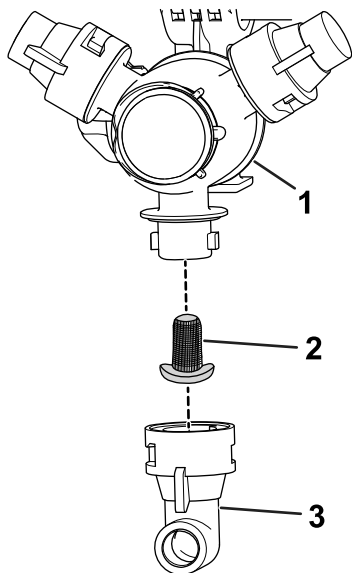

Рисунок 56
2. Снимите сопло с поворотной распылительной головки (Рисунок 56).
3. Снимите старый фильтр сопла (Рисунок 56).
4. Установите новый фильтр сопла (Рисунок 56).
5. Установите сопло на поворотную распылительную головку (Рисунок 56).